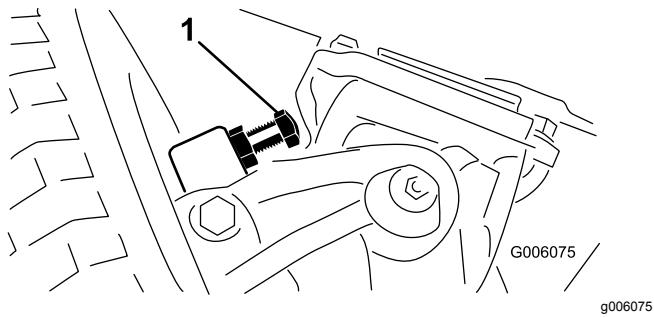

Figura 67
- Aperte ou desaperte as cavilhas até alcançar uma folga de 2,3 mm; consulte Figura 67.